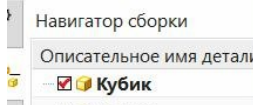

рис.71
- В навигаторе сборки останется **только** строка *отображаемой детали* (рис.71).